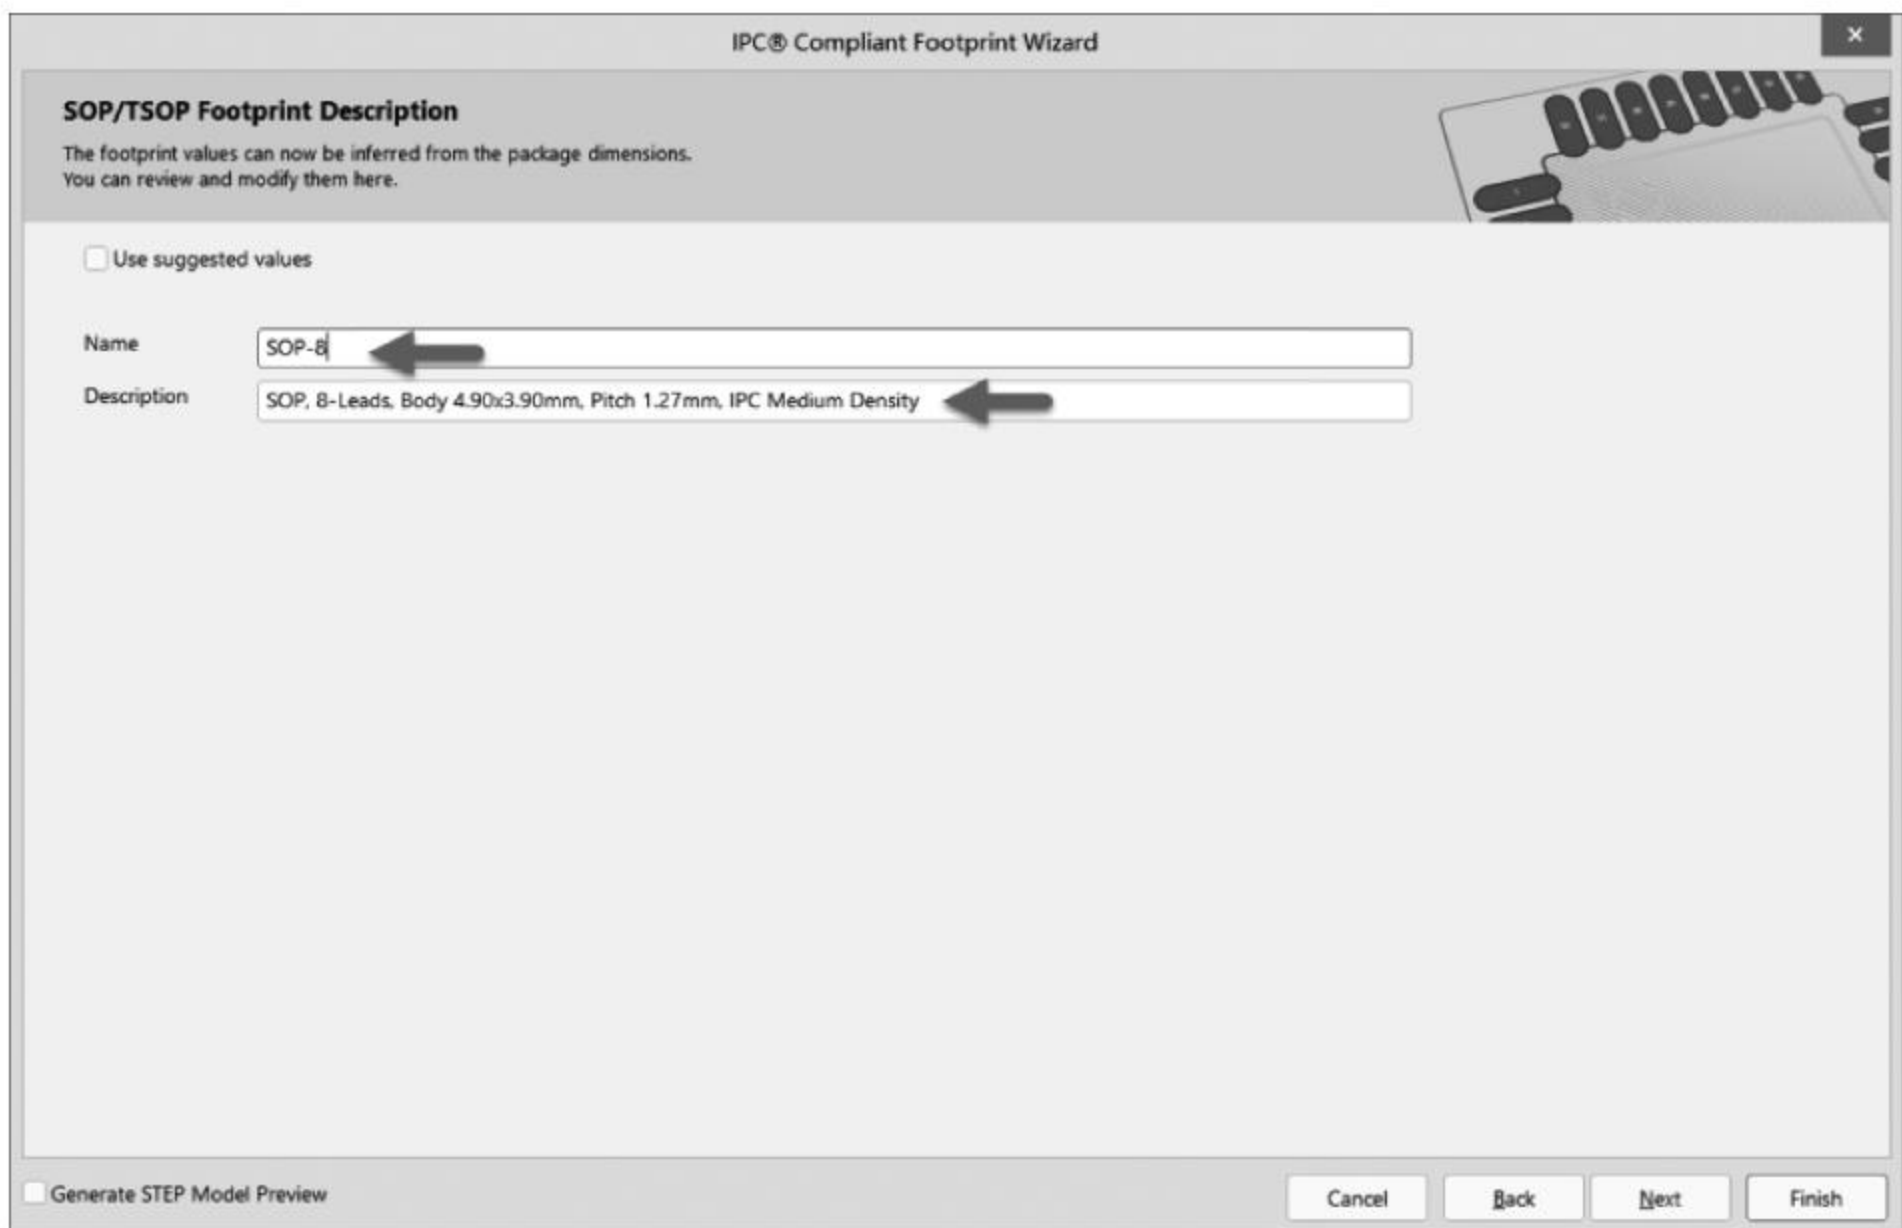

图 3-47 编辑封装信息
(5) 选择好焊盘外形以后,继续单击 Next 按钮,直到最后一步,编辑封装信息,如图 3-47 所示。